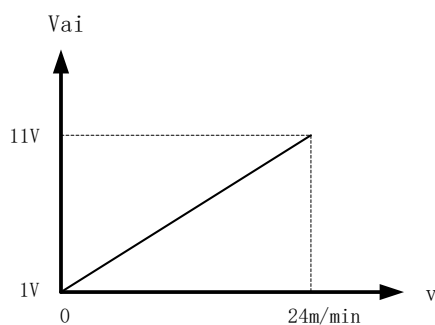

图 4-21 信号等效电路
4. 焊机实际设定送丝速度值与焊机电流模拟量接收值之间的对应关系，如图 4-21 所示。